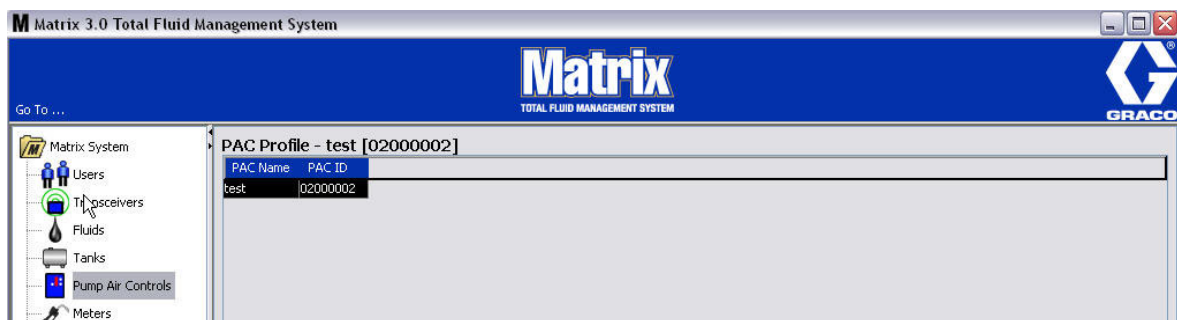

Рис. 83
- На главном экране отобразится связанный регулятор пневматического насоса (Рис. 83).